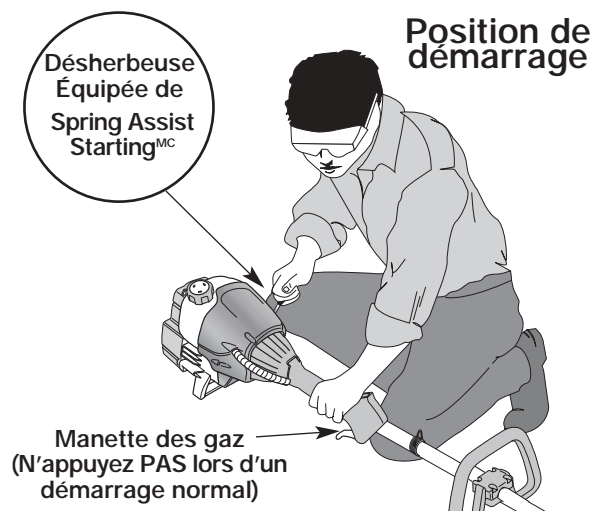

Fig. 8
AVERTISSEMENT: évitez tout démarrage accidentel. Tenez-vous en position de démarrage lorsque vous tirez sur la corde de démarrage (Fig. 8). L'opérateur et l'appareil doivent tous deux être en position stable pour éviter des blessures graves. Vérifiez la bonne installation de l'accessoire avant le démarrage de l'appareil.
4. Accroupissez-vous en position de départ et **n'appuyez pas sur la manette des gaz** (Fig. 8). Tirez le cordon de démarrage d'un **mouvement contrôlé et ferme** jusqu'à ce que le moteur essaie de démarrer. Répétez jusqu'à ce que le moteur démarre.
Pour couper les bordures à l'aide de la tête d'accessoire de coupe sur les modèle EZ-Link^{MD}, verrouillez le bouton de déclenchement de l'accessoire de coupe dans le trou de 90° ou de 180° (Fig. 8).